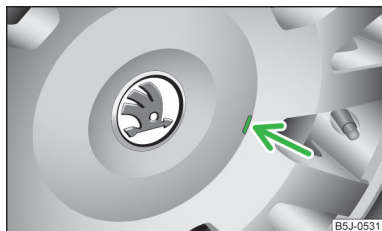

Fig. 137
► Scoateți cu atenție ornamentul de roată cu ajutorul mânerului de sărmă din trusa de scule » fig. 137.